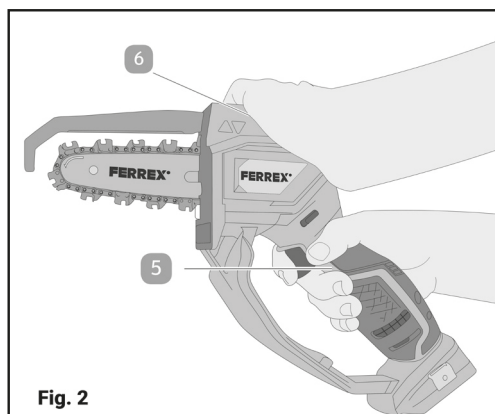

Fig. 2
Assicurarsi di avere sempre una presa salda sul prodotto. Tenere saldamente l'impugnatura di comando (5) durante l'utilizzo del prodotto. Se necessario, appoggiare l'altra mano sull'impugnatura posteriore (6) come impugnatura ausiliaria per mantenere una postura comoda ed equilibrata (Fig. 2)